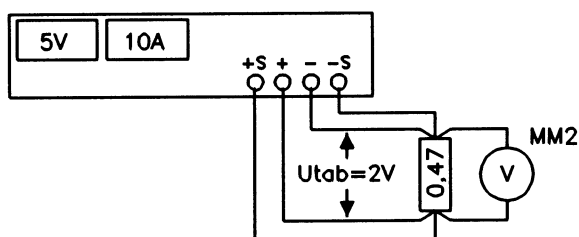

Fig. 12
14) Voltageomsk. stilles i position 5 V. Kortslutningsbøjlerne til (+S) og (-S) fjernes. En ohm'sk belastning på $0,47 \Omega / 50 \text{ W}$ monteres som vist i fig. 12 :